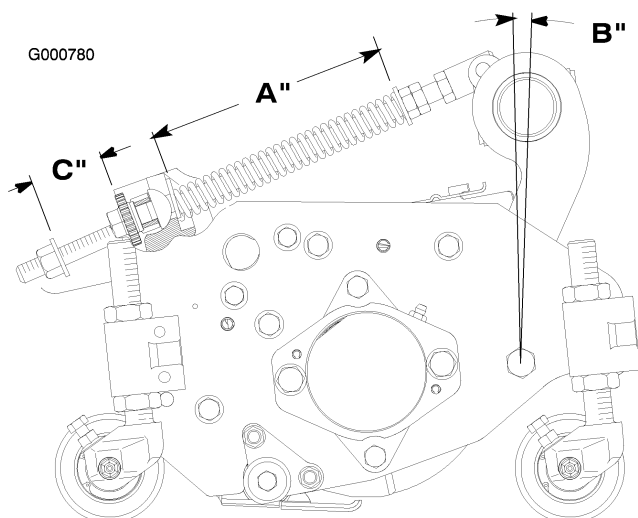

Figure 73
Le ressort de compensation (Figure 73) qui relie le bâti porteur au plateau de coupe, contrôle la rotation avant/arrière disponible ainsi que la garde au sol lors pour le déplacement d'un point à un autre et les demi-tours.
1. Serrez le contre-écrou à l'arrière de la tige de ressort jusqu'à obtenir un écartement (C) de 25 mm (1 pouce) entre l'arrière du support du ressort et l'avant de la rondelle (Figure 73).
2. Serrez les écrous hex. sur l'extrémité avant de la tige de ressort jusqu'à ce que la longueur du ressort comprimé (A) soit égale à 203 mm (8 pouces) (Figure 73).
Remarque: Lorsque vous tondez des gazons irréguliers ou ondulés, augmentez la longueur du ressort comprimé (A) à 216 mm (8,5 pouces) et l'écartement (C) entre le support de ressort et l'avant de la rondelle à 38 mm (1,5 pouce) (Figure 73).